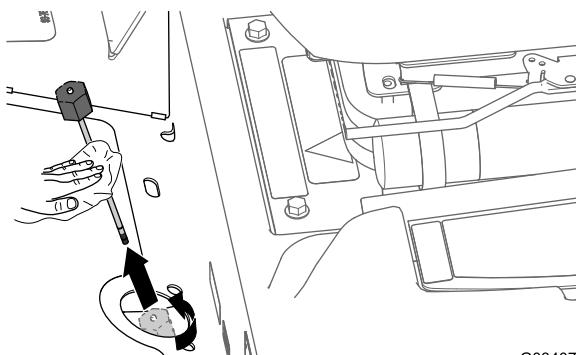

Figura 80
2. Desaperte a tampa da vareta (Figura 80), remova a vareta do tubo de enchimento e limpe-a com um pano limpo.